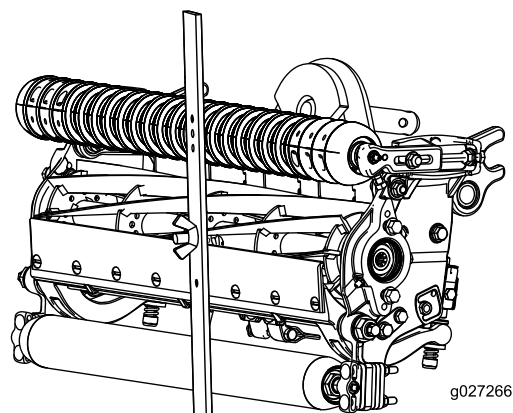

Figura 17
3. Agganciate la testa della vite sul tagliente della controlama e appoggiate l'estremità posteriore della barra sul rullo posteriore (**Figura 17**).
4. Ruotate la vite di regolazione finché il rullo anteriore non toccherà la barra di riferimento (**Figura 17**). Regolate entrambe le estremità del rullo finché l'intero rullo non è parallelo alla controlama.